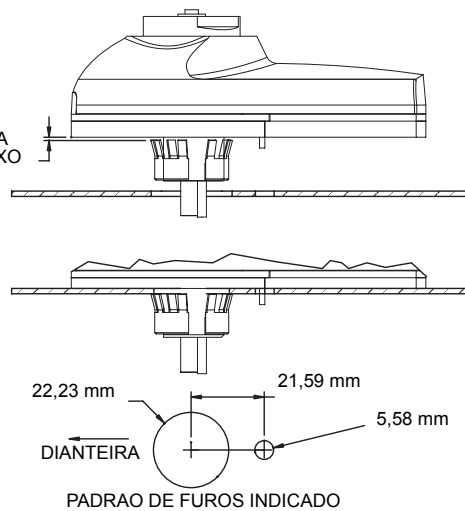

Figura 2. Instalação oculta
2. Faça furos através da superfície de montagem [espessura máxima de 0,33 cm] de acordo com o tamanho e a posição indicados na figura 2.